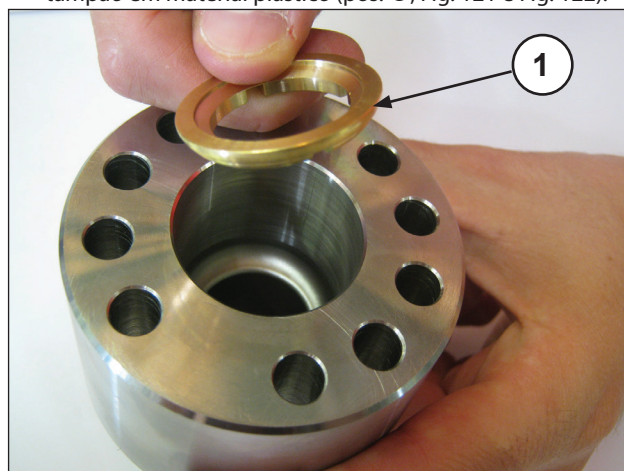
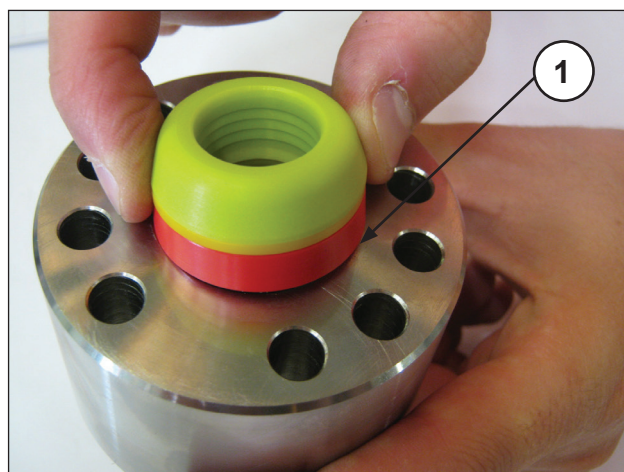
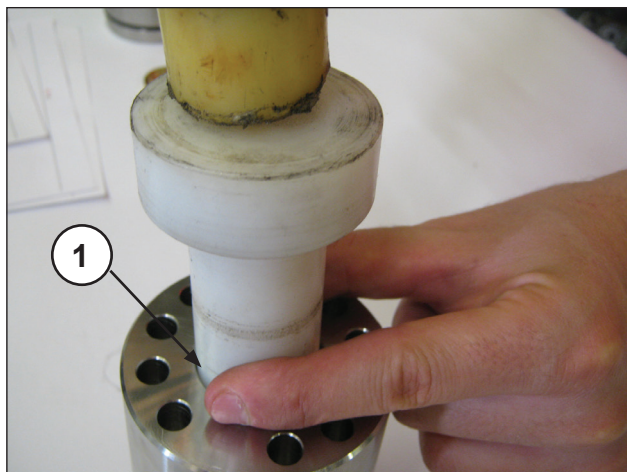

Fig. 120
Fig. 121
Fig. 122
- Introduza no suporte das juntas de estanqueidade de H.P. o anel da cabeça (pos. ①, Fig. 120) e depois o pacote H.P. (alta pressão), dada a pequena interferência entre a vedante e o suporte das juntas de estanqueidade de H.P., para evitar eventuais danos, se aconselha o uso de um tampão em material plástico (pos. ①, Fig. 121 e Fig. 122).
O vedante de H.P. deve ser introduzido no suporte, conforme indicado na Fig. 121 e Fig. 123.